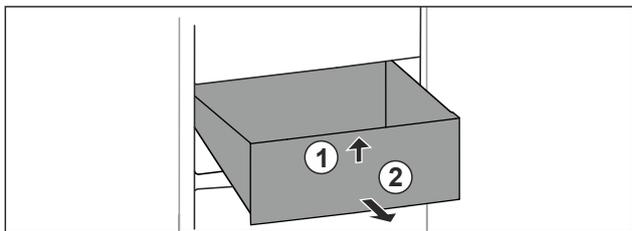

Fig. 80
- ▶ 抬起抽屉前部。 Fig. 80 (1)
- ▶ 朝前取出抽屉。 Fig. 80 (2)